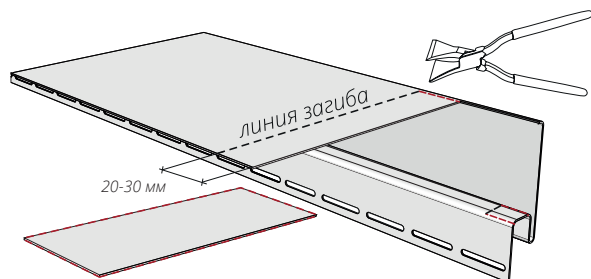

Рисунок 52
**13.8** Подогните лепестки (рис. 52 и 53), используя клещи под угол 90°.